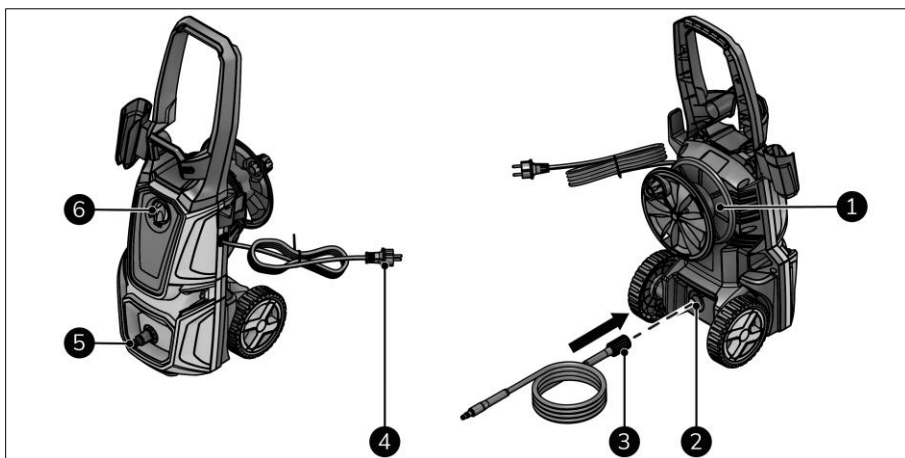

Figure 10
2. Assurez-vous que le commutateur MARCHE(I) / ARRÊT(0) est en position ARRÊT(0) (figure 10, pos. 6).
3. Insérez la fiche d'alimentation (figure 10, pos. 4) dans une prise reliée à la terre et facilement accessible.
4. Uniquement pour la première utilisation : retirez le couvercle protecteur de sortie d'eau à haute pression (figure 10, pos. 2).
5. Déroulez le tuyau d'eau haute pression de l'enrouleur (figure 10, pos. 1).
6. Vissez le tuyau haute pression (figure 10, pos. 3) à la sortie d'eau haute pression.
7. Raccordez l'alimentation en eau à l'appareil (figure 10, pos. 5).